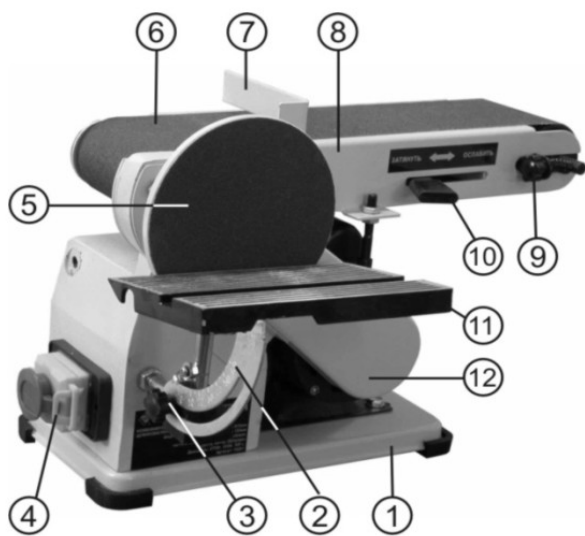

Рис.2
12.1. Смена и регулировка шлифовальной ленты (Рис. 2)
12.1.1. При необходимости установки новой шлифовальной ленты (6) переместите рукоятку (10) в сторону ведомого ролика шлифовальной ленты. Шлифовальная лента (6) ослабнет, и в это время можно снять старую шлифовальную ленту и заменить ее на новую. После этого переместите рукоятку (10) в сторону ведущего ролика шлифовальной ленты. Если шлифовальная лента (6) натянулась слабо или не совмещена по центру, отрегулируйте ее вращением винта регулировки (9), Рис.2. Проверьте правильность установки шлифовальной ленты (6) вращением ее вручную в направлении ведущего ролика. При включении машины шлифовальная лента (6) должна находиться в средней части роликов.
12.3.1. Ослабьте фиксирующий винт, Рис.3, снимите шлифовальный диск (5) и кожух ремня (12), Рис.2.
12.3.5. Установите и закрепите кожух ремня (12), Рис.2. Установите шлифовальный диск (5) и затяните фиксирующий винт, как показано на рисунке 3.
Установите четыре резиновые подушки (Б), Рис.1, на углы станины (1), Рис.2. Установите машину на горизонтальную ровную и устойчивую поверхность верстака, исключив возможность опрокидывания машины при работе.
Ослабьте две фиксирующие гайки (15), как показано на Рис.7 (одна гайка находится снизу) и установите стол шлифовальной ленты (8), Рис.2, на нужный угол от 0° до 90°. Затяните фиксирующие гайки (15) перед началом работы.